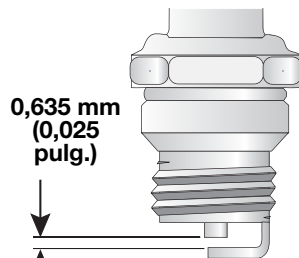

Fig. 34
4. Cambie las bujías que estén rajadas, sucias o deterioradas. Fije la separación de aire a **0,635 mm (0,025 pulgadas)** utilizando un calibre (Fig. 34).